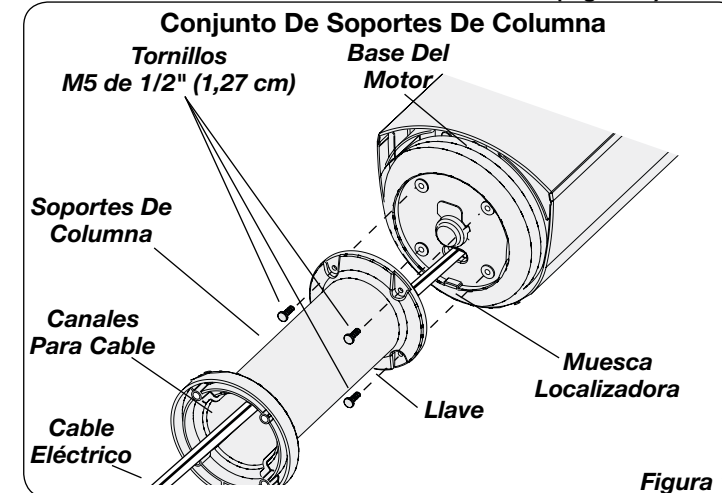

Figura 1
2. Localice el **Cable Eléctrico** en la parte inferior del Ventilador. Coloque el **Cable Eléctrico** en los **Canales Para Cable** de los **Soportes De Columna**. (Figura 1)
3. Una el **Conjunto De Soportes De Columna** a la **Base Del Motor** con (4) **Tornillos M5 de 1/2" (1,27 cm)** de largo. Cerciórese de alinear la **Llave** del **Conjunto De Soportes De Columna** con la **Muesca Localizadora** de la **Base Del Motor**. (Figura 1)